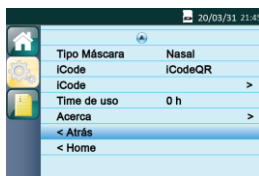

Fig. 13-9
(1) Volver a la interfaz de configuración inicial Mueva el cursor a la opción **Atrás** girando el **Botón de Mando**, como se muestra en la Fig. 13-9.